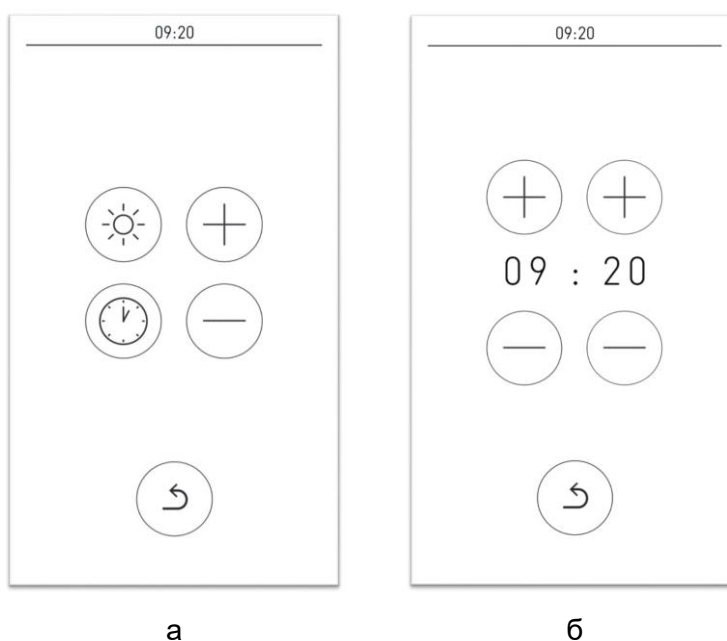

Рисунок 11 – Экраны меню
8.7.6.1 Кнопка настройки актуального ВРЕМЕНИ (часов). После выхода из меню настройки времени, время сохранится автоматически (рисунок 11б).